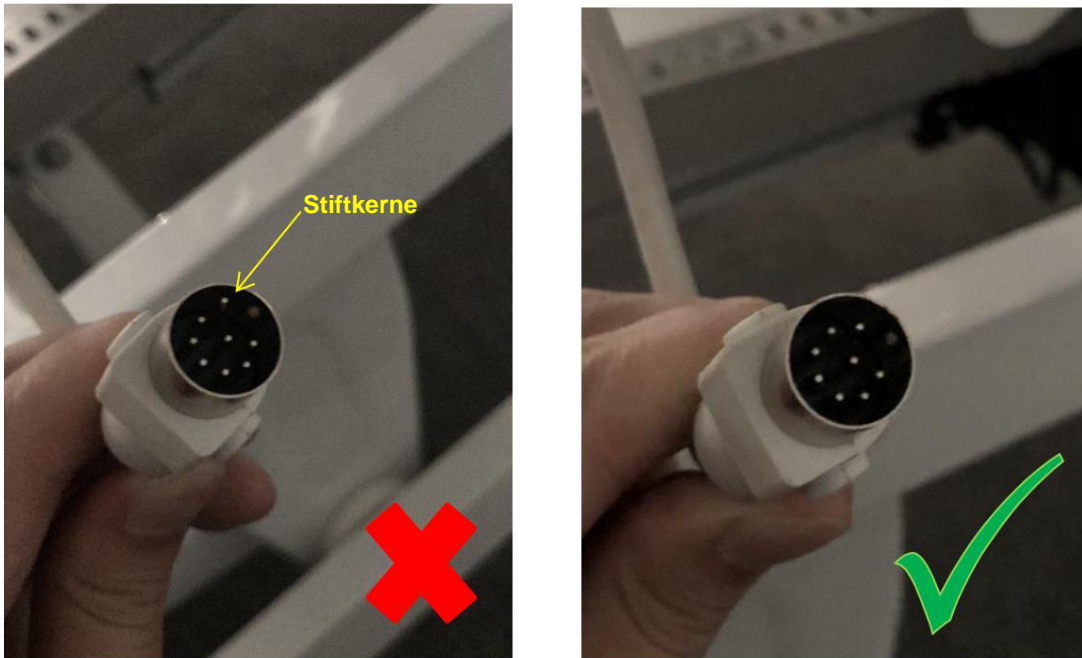

Abb. 1-2
B. Prüfmethode: Folgen Sie der Verbindungslinie unter der Seitenschiene der Rückwand und suchen Sie den Seitenschiennenadapter, siehe Abb. 1-2.
C. Problembestimmung: Die Schnalle ist locker, wie in Abb. 1-2 zu sehen, verriegeln Sie die Schnalle; Stiftkerne sind deformiert, mit einem Schlitzschraubendreher Stiftkerne korrigieren, sicherstellen, dass er fest mit dem verbunden ist Adapter;